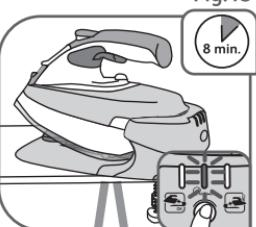

Fig.16\*
- Narancs jelzölámpa villog (modelltől függően): Auto-Off funkció bekapcsolva (olvassa el a "Biztonsági Auto-Off" fejezetet) – **fig.16**.
- A vasaló ismételt bekapcsolásához elegendő a RESTART gombot megnyomni a kezelőtáblán – fig.16.